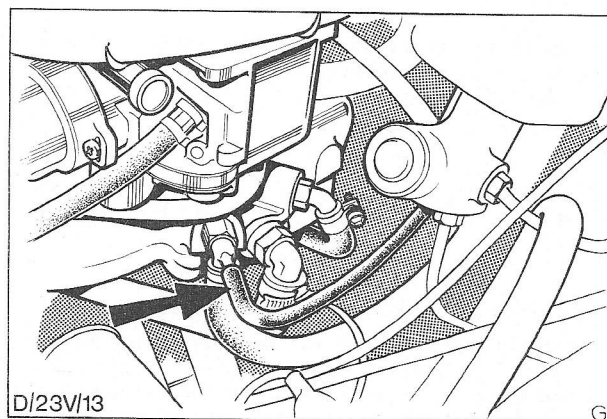

Fig. 34 Aansluiting van vacuümslang op inlaatspruitstuk (OHC-motor afgebeeld).
8. Sluit de vacuümslang op het spruitstukpijpe aan, Fig. 34, en breng het luchtfilter op zijn plaats. Zorg er daarbij voor dat de luchtslang goed wordt aangesloten op de kap op het uitlaatspruitstuk.